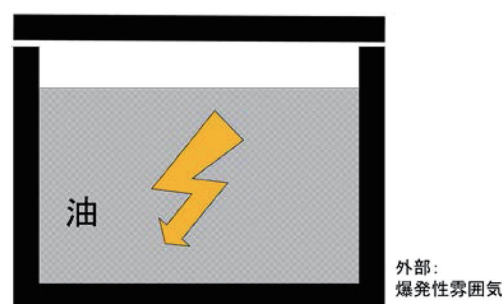

図5 油入防爆構造模式図
- 5) 油入防爆構造（protection by oil immersion safety、記号：o、図5）は、電気機器で着火源となる部分を絶縁油内に収め、着火源が外部の爆発性雰囲気と接触しない方にした構造である。油の劣化、油漏れ、